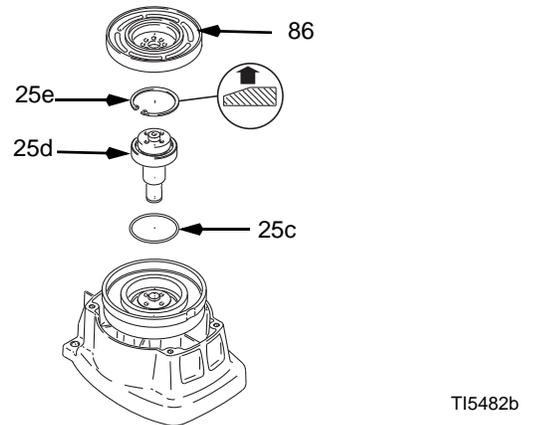

FIG. 6
7. FIG. 6. Retire el anillo de retención (25e).
6. FIG. 6. Revise la junta tórica (25c) y reemplácela si estuviera ausente o dañada.